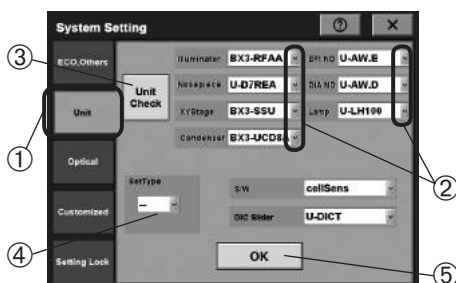

Рис. 8
1. Коснитесь вкладки [Unit] (модуль) ① на дисплее [System Setting] (настройка системы), чтобы открыть дисплей [Unit] (рис. 8).
2. Установите модули, подключенные к VX63. Если коснуться флажка ② для нужного модуля, появятся названия модулей. Выберите используемые модули и коснитесь их.